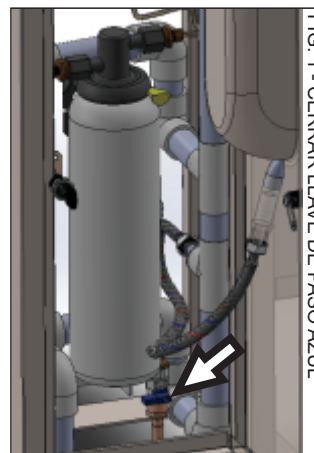

FIG. 1 - CERRAR LLAVE DE PASO AZUL
- 1.- Cierre la llave de paso de la toma hidráulica que se encuentra antes del filtro, (fig. 1).